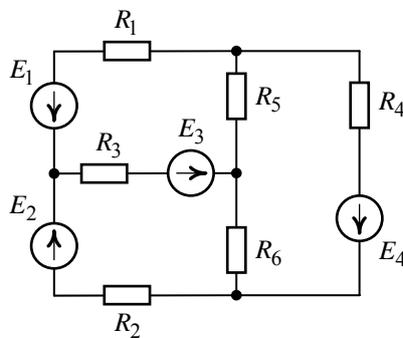

Рис. 4.1
Методом контурных токов рассчитать все токи в ветвях схемы (рис. 4.1). Даны:  $E_1 = 240$  В,  $E_2 = 160$  В,  $E_3 = 70$  В,  $E_4 = 120$  В,  $R_1 = 24$  Ом,  $R_2 = 16$  Ом,  $R_3 = 34$  Ом,  $R_4 = 12$  Ом,  $R_5 = 21$  Ом,  $R_6 = 18$  Ом. Выполнить проверку решения по второму закону Кирхгофа.
1. Цепь (рис. 4.1) содержит шесть ветвей ( $m_b = 6$ ), четыре узла ( $n_y = 4$ ). Ветви с источниками тока в цепи отсутствуют ( $n_t = 0$ ).